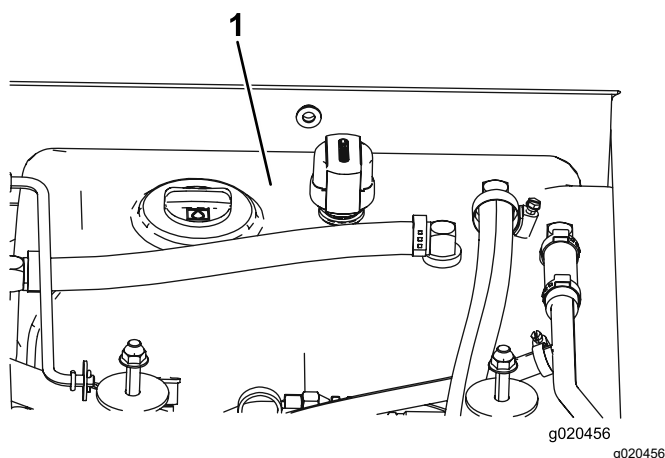

Figure 83
4. Remplissez le réservoir (Figure 83) de liquide hydraulique ; voir Contrôle du niveau de liquide hydraulique \(page 80\).